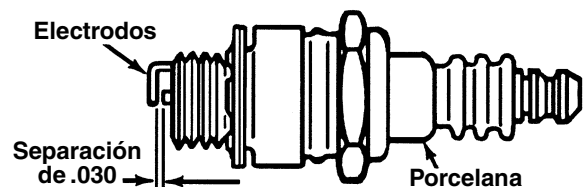

Figura 20
- Limpia la bujía y reajuste la separación .030" una vez por temporada por lo menos o cada 50 horas de operación. Se recomienda el reemplazo de la bujía al comienzo de cada temporada. Refiérase a la lista de piezas del motor para el tipo correcto de bujía. Vea la Figura 20.